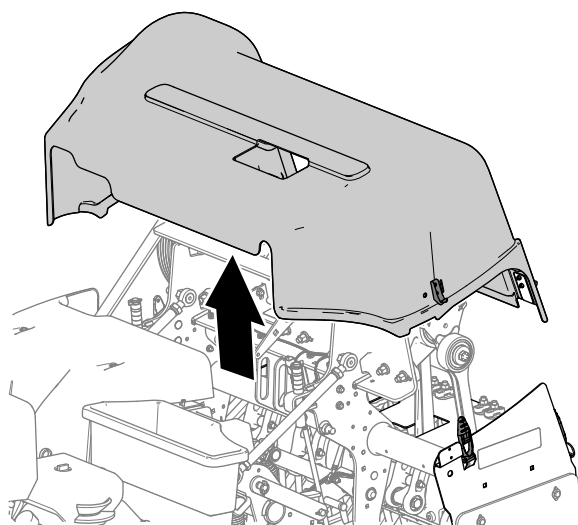

**Figura 140**
5. Sollevate la copertura della testa di carotaggio dalla macchina (**Figura 140**).